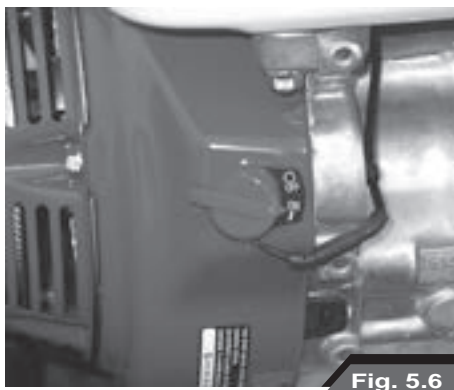

Fig. 5.6
- Posizionare l'interruttore motore ON/OFF su **ON** (Fig. 5.6).
- Afferrare la maniglia dell'avviamento motore (15), tirate delicatamente in modo da favorire l'aggancio dell'arpionismo. Successivamente date un energico strattone, se necessario potete aiutarvi appoggiando il piede sulla ruota per imprimere maggiore forza. Ripetete questa operazione dando sempre colpi secchi e decisi sino all'accensione del motore.
- Per spegnere il motore basta posizionare l'interruttore ON/OFF su **OFF** (Fig. 5.6), il motore si fermerà in pochi istanti.